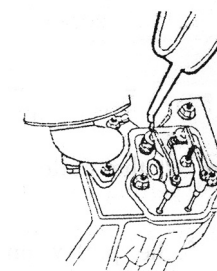

Fig. 2
1.3- Retire a cobertura do cilindro, coloque uma pequena quantidade de óleo dentro dos balancins e guia da válvula (fig 2).